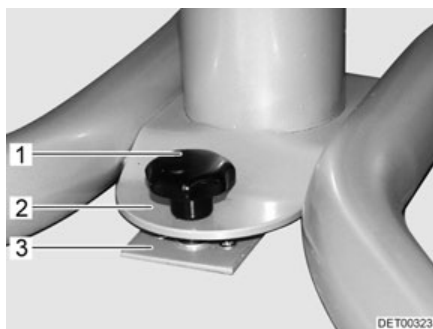

Fig. 86 Dispositif de blocage table fixe
- Placer la table fixe avec la plaque perforée (Fig. 86,2) sur le support (Fig. 86,3).
- Pousser la table fixe de telle sorte que la vis de fixation (Fig. 86,1) puisse être vissée dans le support (Fig. 86,3).